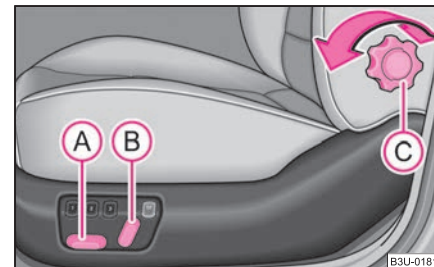

Abb. 54 Seitenansicht:
- Drücken Sie den Schalter **(A)** oder **(B)** ⇒ Abb. 54 in Richtung der gewünschten Einstellung.